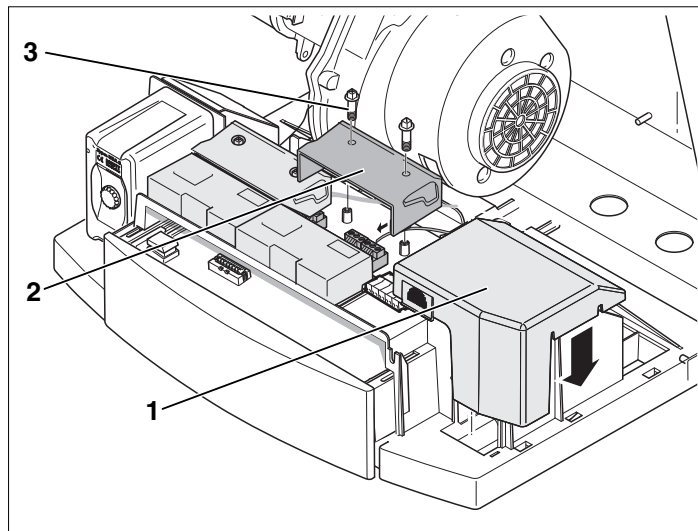

Рис. 4 Установка клеммной крышки
- Установить крышку клеммной коробки (Рис. 4, **поз. 1**) на прежнее место.
- Установить клеммную крышку функционального модуля (Рис. 4, **поз. 2**).
- Закрутить винты (Рис. 4, **поз. 3**) крестовой отверткой или ключом.